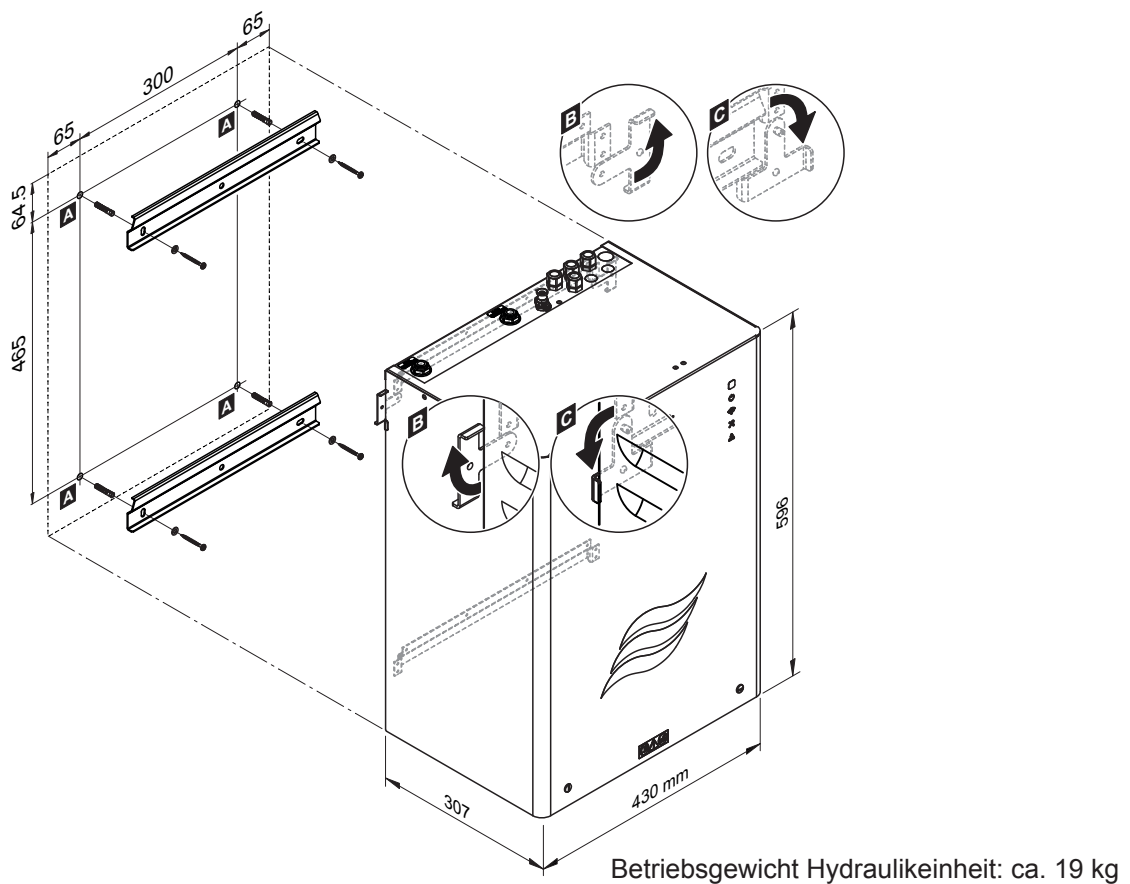

Abb. 15: Montage der Hydraulikeinheit (Dimensionen in mm)
3. Die Arretierungslaschen auf beiden Seiten der Hydraulikeinheit nach aussen drehen (geöffnete Position, siehe *Detail "B"* in *Abb. 15*).
4. Die Hydraulikeinheit in die Wandhalterungen einhängen. Anschliessend die beiden Arretierungslaschen auf der Rückwand der Hydraulikeinheit nach innen drehen (geschlossene Position, siehe *Detail "C"* in *Abb. 15*), um die Hydraulikeinheit an der oberen Wandhalterung zu fixieren.